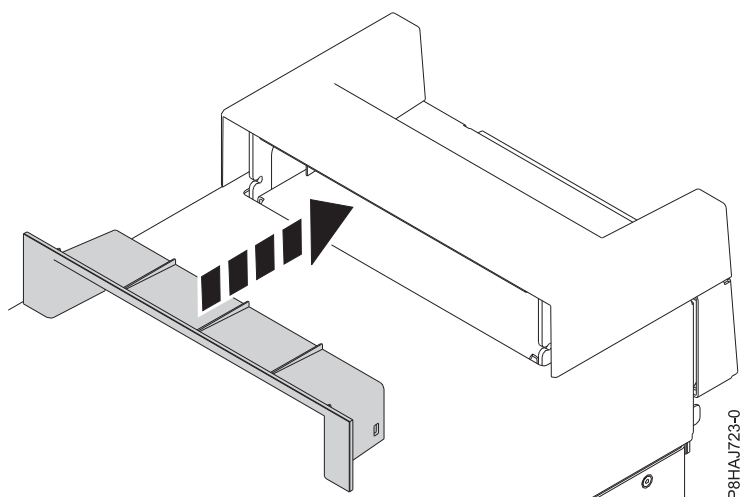

図 38. 8286-41A スタンドアロン・システムのハンドル・カバー内の断片の差し込み
2. ハンドル・カバーの断片をしっかりとハンドル・カバーに押し込んで、断片をハンドル・カバー内に差し込みます (58 ページの図 38 を参照)。